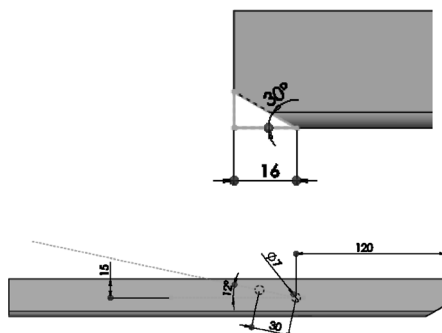

图 6-127 对结构构件进行处理
STEP 7 分别选择 **STEP 6** 绘制的结构构件的两个侧面，并分别绘制如图 6-127 所示的草绘图形，执行拉伸切除操作（其中形成切角的拉伸切除操作使用“完全贯穿”拉伸切除，另一个使用“成型到下一面”拉伸切除），如图 6-127 所示。